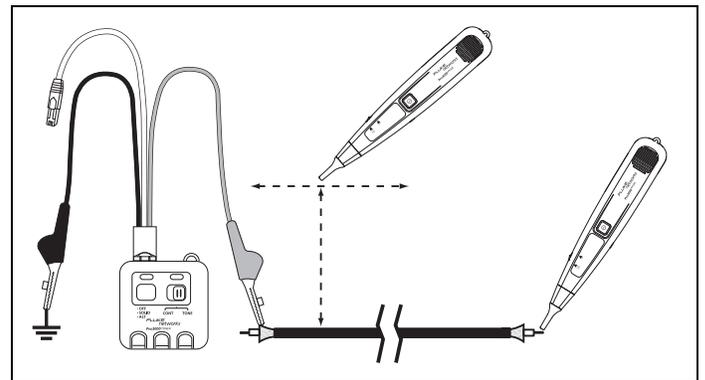

Figura 3. Seguimiento de cables
- 2 Conecte el cable rojo de prueba a uno de los conductores del cable a probar (Figura 3).